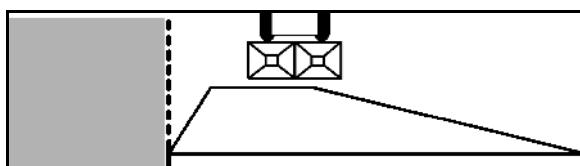

Fig. 47
1. Grensespredning ifølge gjødslingsforskriftene (Fig. 47):